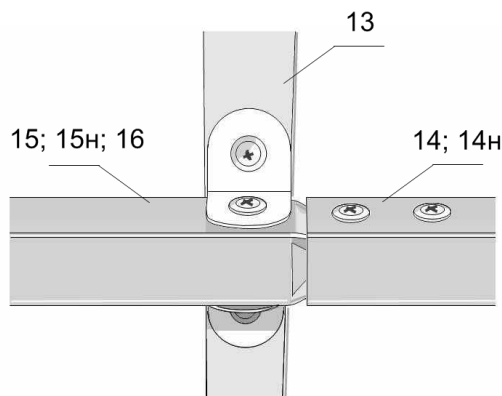

Рис. 15
- ✓ Установите две 2м секции напротив друг друга. Придвиньте 2м секцию к другой двухметровой секции до плотного совмещения деталей № 14н и 15н , №14 и №15. В узлах соединений стрингера произведите крепление саморезами (см. рис.15).
- ✓ Аналогично присоединяется двухметровое удлинение теплицы со стрингерами №16 к торцевой двухметровой секции со стрингерами №15н ; 15 (см рис. 15).